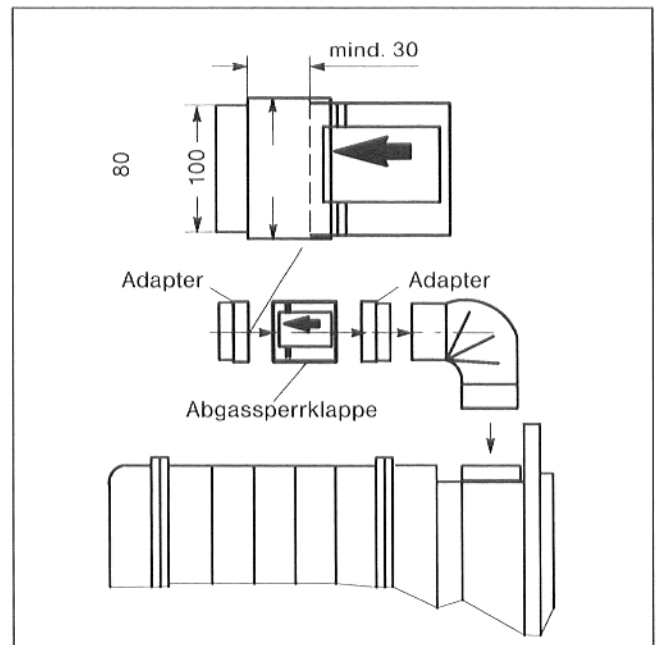

Abb. 17: Maße in mm
- Ist dies aus Platzgründen nicht möglich, s. Absatz „**Sonderfall**“ (Abb. 17).
- Auch bei waagrechtem Einbau muß die Abgassperrklappe möglichst nah am Abgasstutzen eingebaut werden (Abb. 17).
- Mindestabstand zwischen Adapter und Abgassperrklappe 30 mm (Abb. 17).